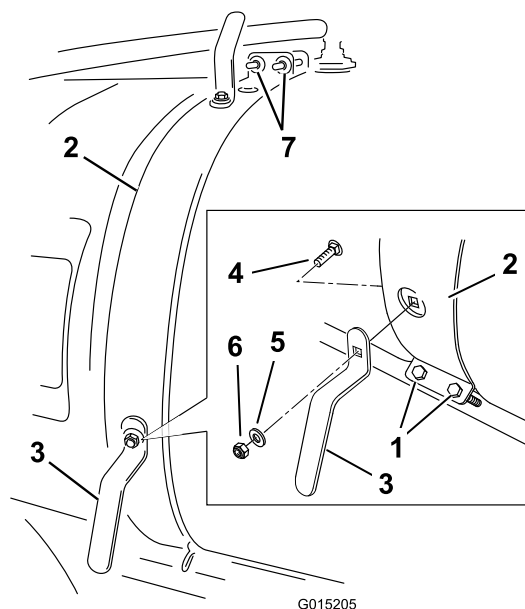

Bild 3
1. Lösen Sie den vorderen Behälterriemen an der rechten Seite (Bild 3).
2. Befestigen Sie den unteren Schlauchhaken mit einer Schlossschraube (5/16 x 3/4 Zoll), einer Scheibe (3/8 Zoll) und einer Sicherungsmutter (5/16 Zoll), wie in Bild 3 dargestellt.
3. Befestigen Sie den oberen Schlauchhaken mit einer Schlossschraube (5/16 x 3/4 Zoll), einer Scheibe (3/8 Zoll) und einer Sicherungsmutter (5/16 Zoll), wie in Bild 3 dargestellt.